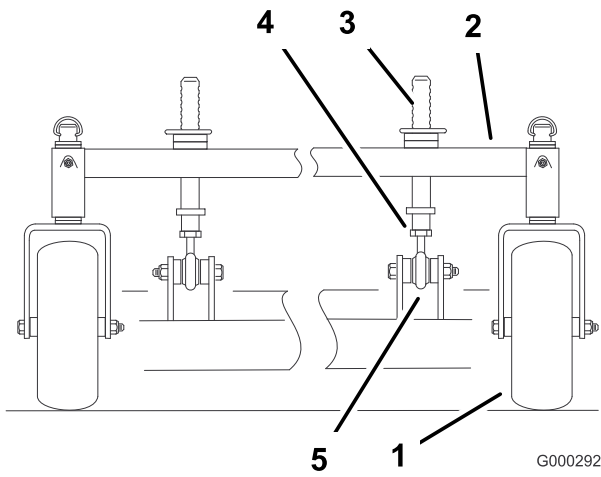

Figura 67
- Para cambiar la inclinación longitudinal, pueden ajustarse los pilares delanteros de ajuste de altura de corte (Figura 67).
- Para elevar la parte delantera de la carcasa, afloje la contratuerca y haga girar el pilar delantero en el sentido de las agujas del reloj (Figura 67).
- Para bajar la parte delantera de la carcasa, afloje la contratuerca y haga girar el pilar delantero en el sentido contrario de las agujas del reloj (Figura 67).
- Apriete las contratuercas (Figura 67).